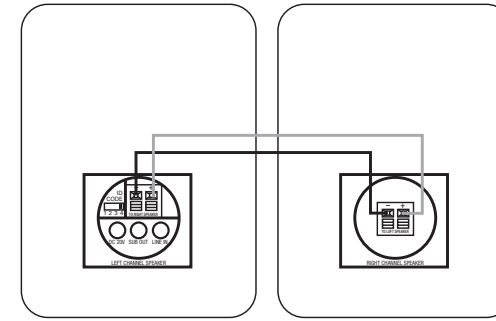

Figure 3.
Étape 3. Branchez le câble d'enceinte (inclus) entre les terminaux à poussoir de l'enceinte active 6 et les terminaux à poussoir à l'arrière de l'enceinte passive 10. Voir la Figure 3. Veuillez noter que le câble d'enceinte fourni possède un fil rayé polarisé pour aider à distinguer ses deux conducteurs. Utilisez ce fil rayé polarisé pour vous assurer de brancher le terminal positif (+) d'une enceinte au terminal positif (+) de l'autre enceinte, et le terminal négatif (-) à l'autre terminal négatif (-). Cela n'a aucune importance que le fil rayé polarisé raccorde les terminaux positifs (+) ou négatifs (-).
Étape 3. Branchez le câble d'enceinte (inclus) entre les terminaux à poussoir de l'enceinte active 6 et les terminaux à poussoir à l'arrière de l'enceinte passive 10, comme indiqué à la Figure 3. Veuillez noter que le câble d'enceinte fourni possède un fil rayé polarisé pour aider à distinguer ses deux conducteurs. Utilisez ce fil rayé polarisé pour vous assurer de brancher le terminal positif (+) d'une enceinte au terminal positif (+) de l'autre enceinte, et le terminal négatif (-) à l'autre terminal négatif (-). Cela n'a aucune importance que le fil rayé polarisé raccorde les terminaux positifs (+) ou négatifs (-).
Étape 5. Assurez-vous que le réglage du code ID sur le transmetteur ⑬ est identique au réglage défini sur l'enceinte active ⑤. Consultez la page 6 de ce manuel pour en savoir plus sur les codes ID. Si nécessaire, configurez votre récepteur afin d'activer les sorties préamplifiées pour les canaux avant/principal (consultez le manuel d'utilisation de votre source pour en savoir plus).
Étape 3. Branchez le câble d'enceinte (inclus) dans les terminaux à poussoir de l'enceinte active ⑥ et dans les terminaux à poussoir à l'arrière de l'enceinte passive ⑩, comme indiqué à la Figure 3. Veuillez noter que le câble d'enceinte fourni possède un fil rayé polarisé pour aider à distinguer ses deux conducteurs. Utilisez ce fil rayé polarisé pour vous assurer de brancher le terminal positif (+) d'une enceinte au terminal positif (+) de l'autre enceinte, et le terminal négatif (-) à l'autre terminal négatif (-). Cela n'a aucune importance que le fil rayé polarisé raccorde les terminaux positifs (+) ou négatifs (-).
Étape 4. Raccordez le module de transmission ⑫ et l'enceinte active ⑦ à la prise murale avec le bon cordon et l'alimentation correcte. Assurez-vous que l'antenne du transmetteur ⑪ est déployée vers le haut.